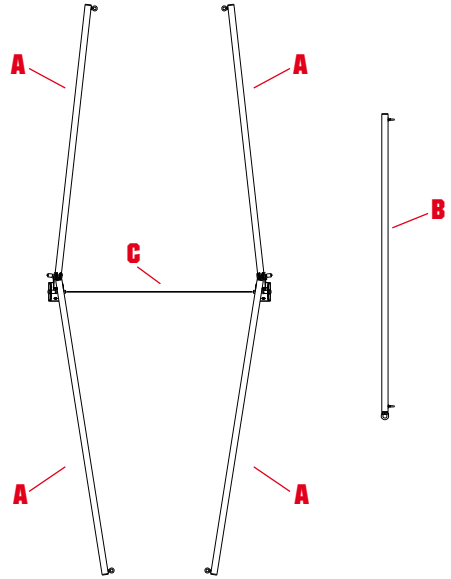

fig. 2
- a) Placer les barres latérales (A) et la barre supérieure (B) par terre - (fig. 2).